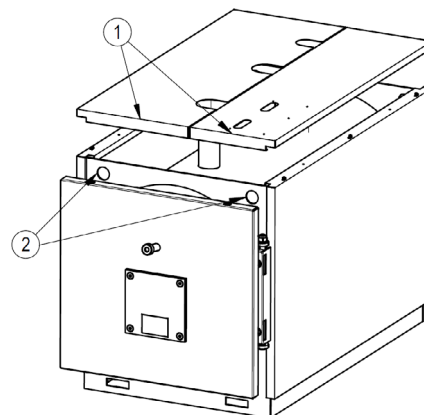

fig. 5
5.2.1 Per modelli MEGAPREX 92N+600N (Fig. 5)